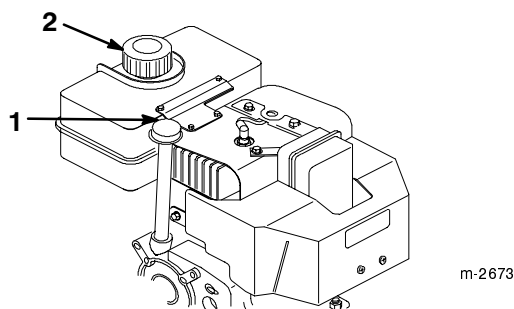

Figure 2
2. Nettoyez la surface autour de la jauge d'huile (Fig. 2).
3. Retirez la jauge du carter moteur (Fig. 2).
1. Nettoyez la surface autour du bouchon du réservoir d'essence (Fig. 2).